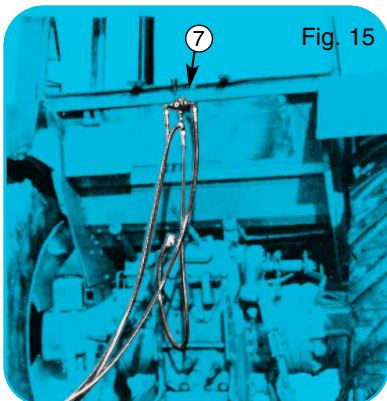

Fig. 15
- A noter le blocage en position transport par la bague ⑤ ou les broches ⑥.
- Procéder à un graissage général, atteler au tracteur et vérifier : le relevage du semoir – les diverses transmissions – l'efficacité des tendeurs, la rotation de leur galet – la manœuvre des rayonneurs par la vanne ⑦ (à brancher suivant fig. 15 à l'extérieur de la cabine du tracteur).
- It should be noted that locking in upright position is provided either by locking ⑤ or lock pins ⑥ for transport.
- Proceed to overall lubrication, hitch the planter to the tractor and check : if planter lifts easily – the various transmissions – the efficiency of the chain tighteners and rotation of their rollers – operation of the row markers by the valve ⑦ (to be connected as per fig. 15).
- Verriegelung in der Transportstellung erfolgt durch den Ring ⑤ oder Stifte ⑥.
- Vor Beginn der Arbeit ist die Sämaschine völlig abzuschmieren. An den Schlepper anbauen und das Ausheben der Sämaschine – die verschiedenen Antriebe – die Leistung der Spanner, die drehende Bewegung der Rollen – die Betätigung der Spuranzeiger durch das Ventil ⑦ (Abreiskupplung je nach Abb. 15) überprüfen.
- Da notare il bloccaggio in posizione di trasporto attraverso l'annello ⑤ e lo spinotto ⑥.
- Procedere ad un grassaggio generale, attaccare al trattore e verificare : il sollevamento della seminatrice, le diverse trasmissioni, l'efficacia dei tenditori, la rotazione dei loro rulli, la manovra dei tracciatori tramite la valvola ⑦ (da innestare come in fig. 15).